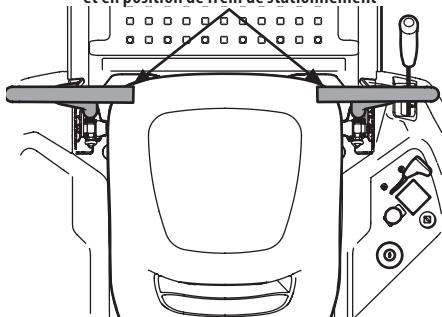

Figure 20
- L'opérateur doit être assis sur le siège du tracteur avec les leviers de contrôle de la barre abdominale complètement sortie et en position de stationnement (Figure 20). Reportez-vous à la rubrique Consignes de sécurité pour obtenir de plus amples directives.